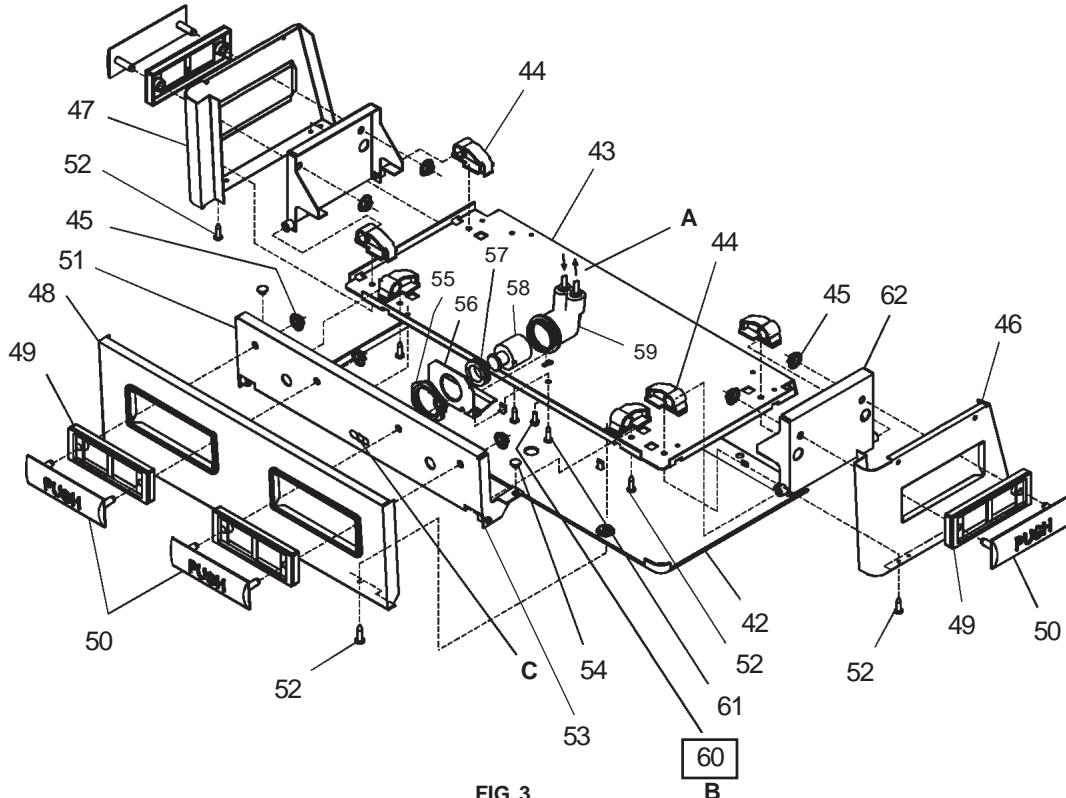

FIG. 3
- 8) Stream height is factory set at 45-50 PSI. If supply pressure varies greatly from this, readjust stream height to approximately 1-1/2" (38mm) above the bubbler guard by turning adjustment screw, accessible by removing front push panel, Item No.48 (see Fig.3 & 5).
- 9) Replace the front panel and secure by retightening four (4) screws.
- 8) La altura del chorro se determina en la fábrica a 45-50 PSI. Si la presión del suministro varía demasiado de este valor, reajuste la altura del chorro a aproximadamente 1-1/2" por encima del protector del borboteador dando vuelta al tornillo de ajuste sacando el panel frontal de empuje, Artículos 48 (vea Fig. 3 y 5).
- 9) Vuelva a colocar el panel frontal y asegúrelo apretando nuevamente los cuatro (4) tornillos.
- 8) Le niveau d'écoulement est réglé en usine à 45-50 Lb/po². Si la pression varie beaucoup de ce point, ajustez le niveau à nouveau à environ 1-1/2" (38mm) au-dessus du protège-barboteur en tournant la vis de réglage du régulateur que l'on trouve en retirant le panneau, article 48 (voir fig. 3 et 5).
- 9) Replacez le panneau avant et fixez le en place en resserrant les quatre (4) vis.